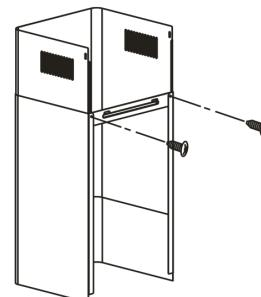

fig. 8
- Avvitare la forcella piatta alla parte posteriore della parte inferiore della canna fumaria. (fig. 8).